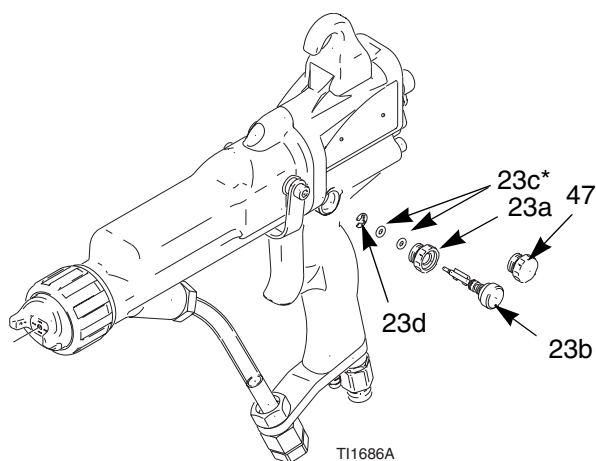

Fig. 34. Valvola di restrizione dell'aria di nebulizzazione
2. Rimuovere la valvola di restrizione del nebulizzatore dell'aria (23). Controllare l'anello di tenuta (23c*) e sostituirlo se necessario. Vedere FIG. 34.
3. Installare una nuova valvola di restrizione della nebulizzazione (23) oppure smontare e sostituire le parti singolarmente. La protrusione della valvola deve essere orientata per lasciare libero l'albero della valvola aria (21).